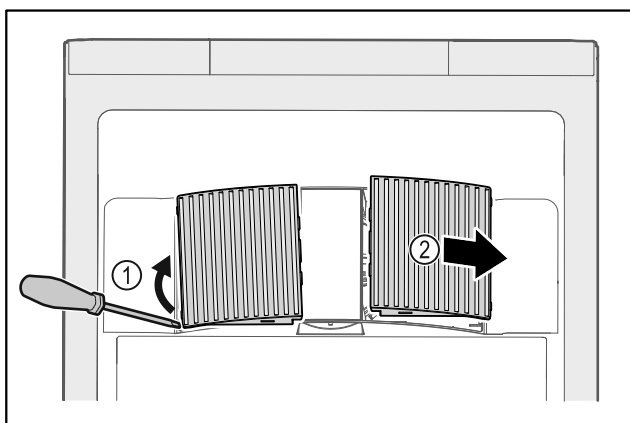

Fig. 131
- ▶ Ventilatorabdeckungen vorsichtig von der Seite heraushebeln Fig. 131 (1) und nach vorne abnehmen Fig. 131 (2).